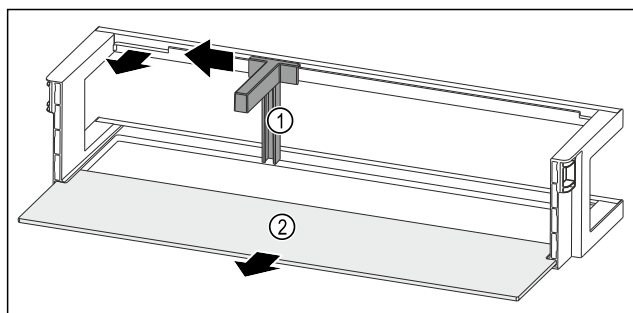

Fig. 252 Rafti i derës me mbajtëse për shishe dhe raft mbajtës
- Shtyni mbajtësen e shisheve Fig. 252 (1) anash deri te foleja.
- Hiqni mbajtësen e shisheve Fig. 252 (1).
- Hiqni raftin mbajtës Fig. 252 (2).